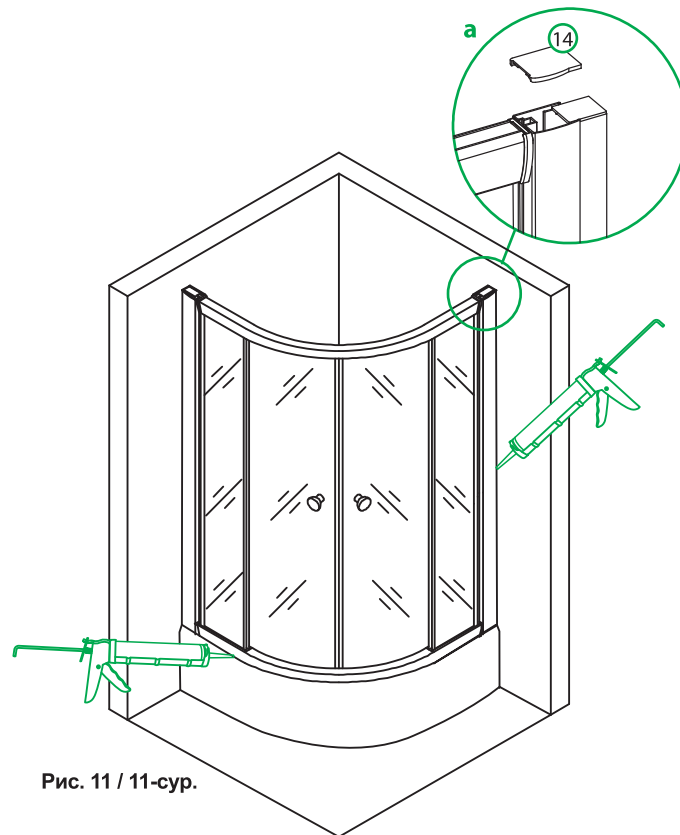

Рис. 11 / 11-сур.
12. Установите заглушки профилей (рис. 11а). В случае необходимости произведите дополнительную герметизацию стыков (рис. 11).